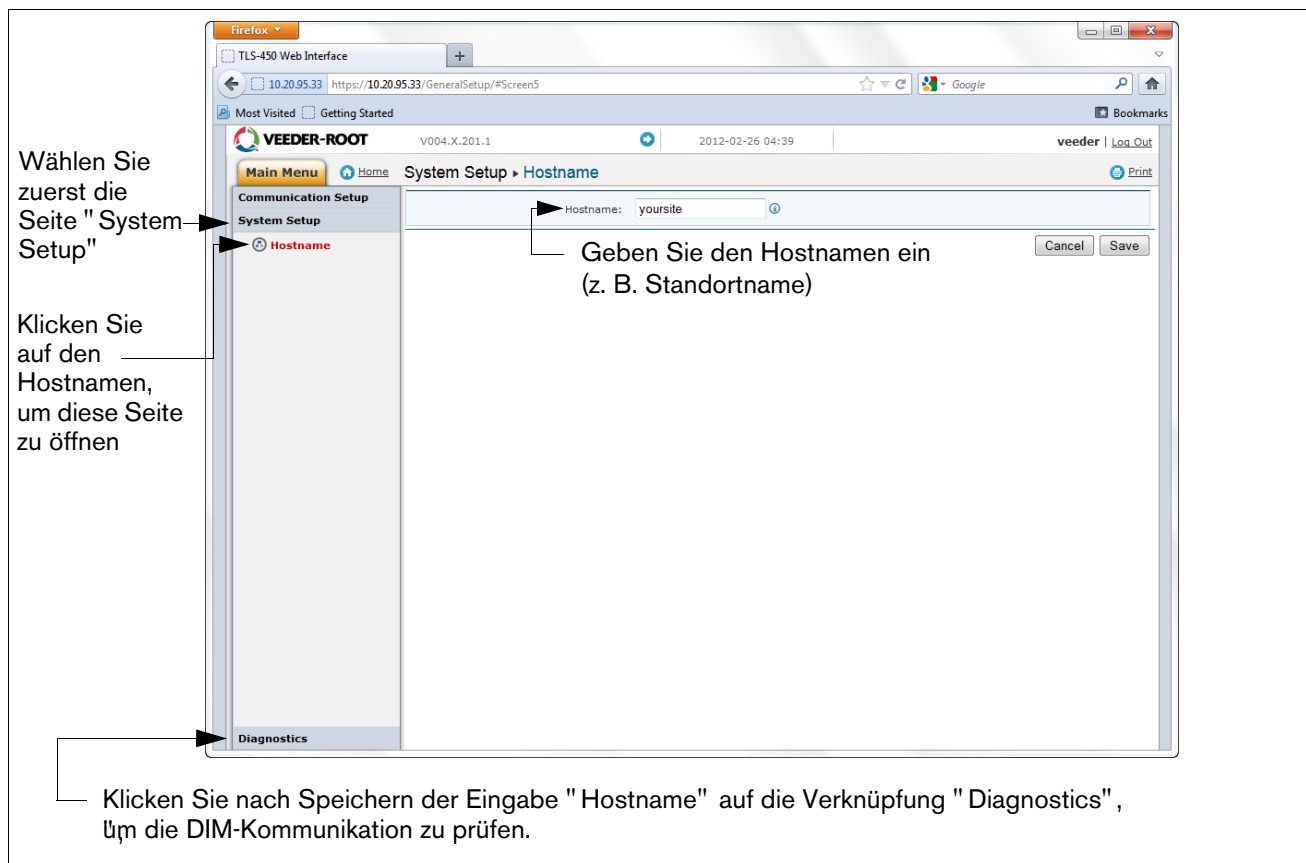

Abbildung A-9. Hostnamen eingeben
11. Wählen Sie die Seite "System Setup" und geben Sie den Hostnamen ein. Klicken Sie anschließend auf die Schaltfläche "Save" (siehe Beispiel in Abbildung A-9.). Es wird empfohlen, den Netzwerknamen zu verwenden, der vom Netzwerkadministrator zugewiesen wurde oder einen anderen Namen, der den Standort identifiziert. Klicken Sie auf dieser Seite auf die Verknüpfung "Diagnostics" (unten links).